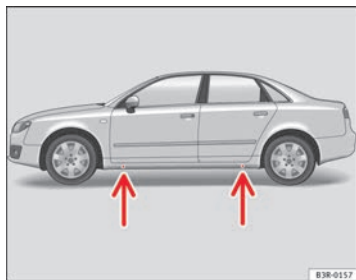

Abb. 180 Radwechsel:
- Suchen Sie den **Aufnahmepunkt** am Unterholm, der dem defekten Rad am nächsten liegt ⇒ Abb. 180 -Pfeile-.
Am Unterholm kennzeichnen jeweils vorn und hinten Eindrückungen die Stellen, an denen der Wagenheber angesetzt werden darf ⇒ Abb. 180 -Pfeile-. Es gibt für jedes Rad genau *eine* Stelle. An anderen Stellen darf der Wagenheber nicht angesetzt werden.